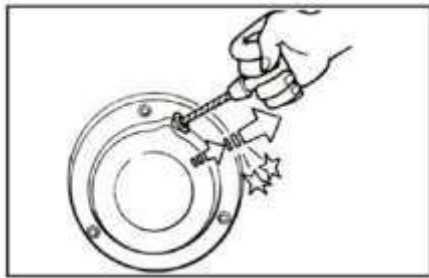

Рис. 7 Ручной стартер
6. Запустите двигатель, потянув за рукоятку ручного стартера (Рис. 7).